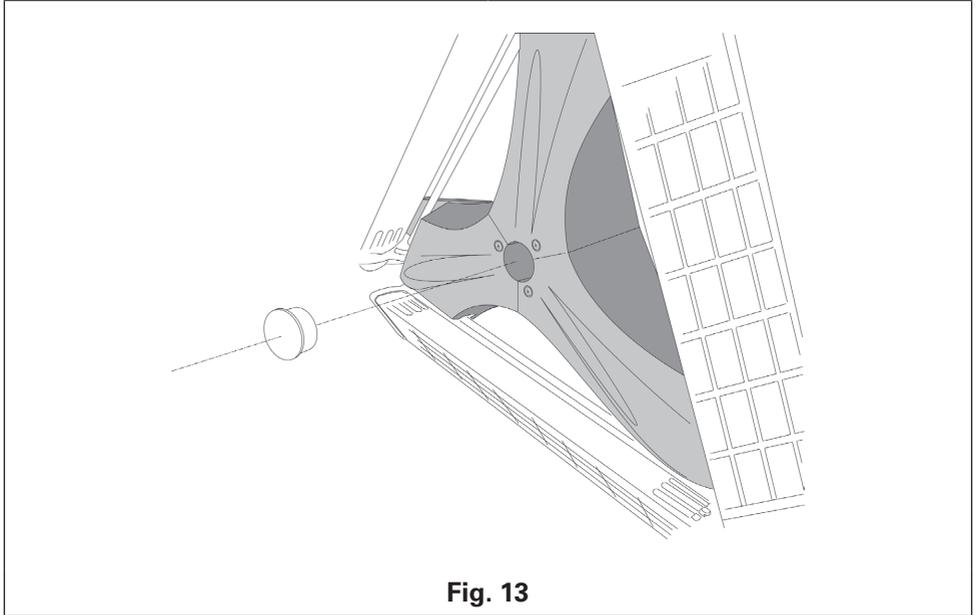

Fig. 13
14. Inserir a tampa de plástico branco no furo presente no centro do Girosole (fig. 13)